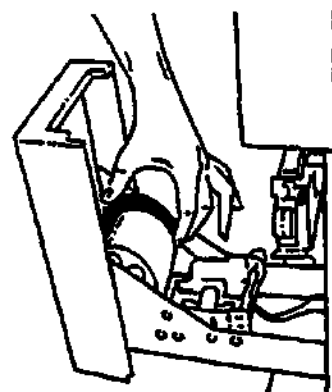

Рис. 5-16: Снятие приемной катушки с желтыми резервными копиями.
1. Откройте выдвижную панель принтера на панели управления и снимите большую приемную катушку с желтыми резервными копиями циклов (Рис. 5-16).